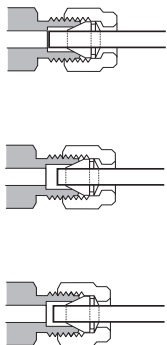

图 28. 完成的接头
- 10 图 28 中显示了正确套接的连接和不正确套接的连接。请注意，正确套接的接头中的管线的一端没有破碎，且不会与密封垫圈的操作发生干扰。